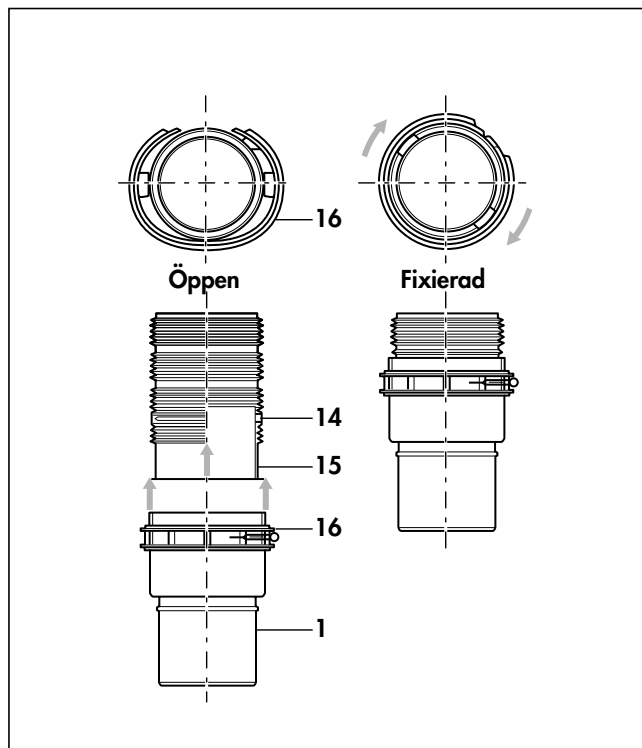

Fig. 7.2: Övergångsstycke med låsring
- Montera övergångsstycket med spetsändan nederst på det flexibla avgasröret (1 fig. 7.2).
- Lägg tätningringen (14, fig. 7.2) runt det flexibla avgasröret, smörj in tätningringen och skjut i röret i övergångsstycket till anslag.
- Tryck fast stödhylsan i det flexibla avgasröret till anslag (1 fig. 7.2)
- Lås fast röret genom att vrida låsringen (16, fig. 7.2)
Övergångsstyckena kan efter behov användas som skiljepunkter. Då skall låsringen (16, fig. 7.2) lyftas med en skruvmejsel och lossa genom att vridas.